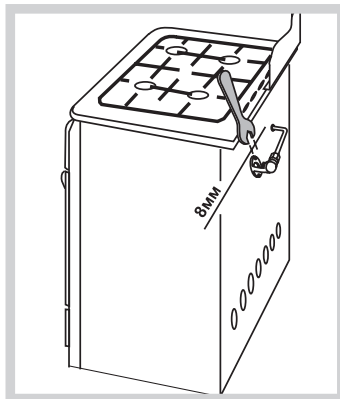

Рис.18
- Выкрутить при помощи ключа сопло (рис.18)